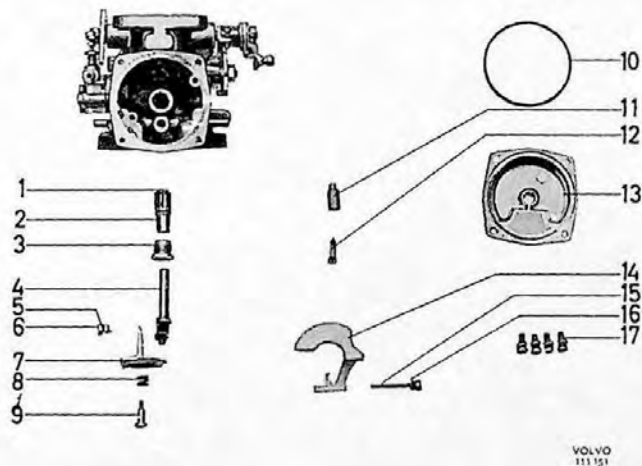

Fig. 14. Onderste deel uit elkaar genomen
Verwijder de vlotterkamerbodem door de vier bevestigingsschroeven (13, Fig. 14) los te schroeven. Gebruik een nieuwe rubberring (10), wanneer de bodem opnieuw wordt gemonteerd. De bodem moet zodanig worden gemonteerd, dat het verhoogde gedeelte onder de vlotternaald komt te liggen.
4. Indien de pakking (1, Fig. 14) voor de sproeierbuisgeleider moet worden vernieuwd, moet de borgmoer (3) worden losgeschroefd en de geleider eruit worden genomen. (Verwijder eerst de vlotter).